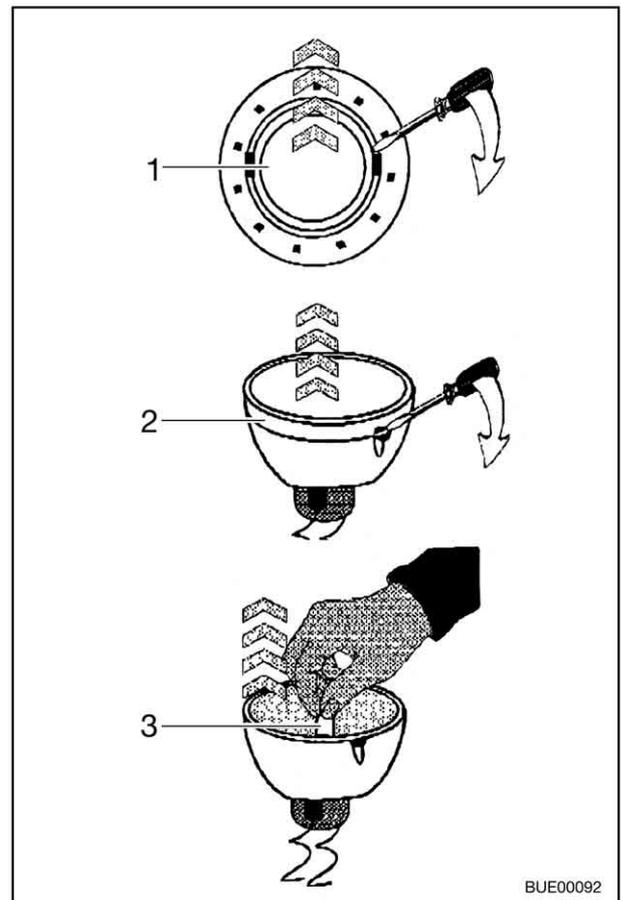

Bild 197 Halogenglühlampe wechseln
- Inneren Abdeckring (Bild 197,1) mit einem Schraubendreher vom Gehäuse lösen.
- Abdeckring mit der Glasscheibe (Bild 197,2) vom unteren Teil des Halogenspots mit einem Schraubendreher lösen.
- Halogenglühlampe (Bild 197,3) entfernen.